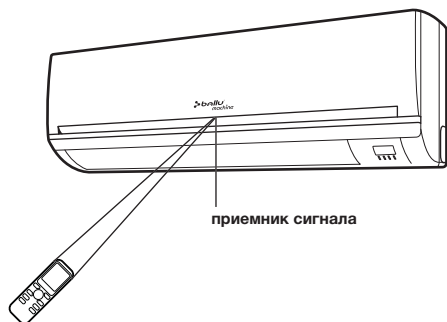

Рис. 7
1. Направляйте пульт на внутренний блок (рис. 7).